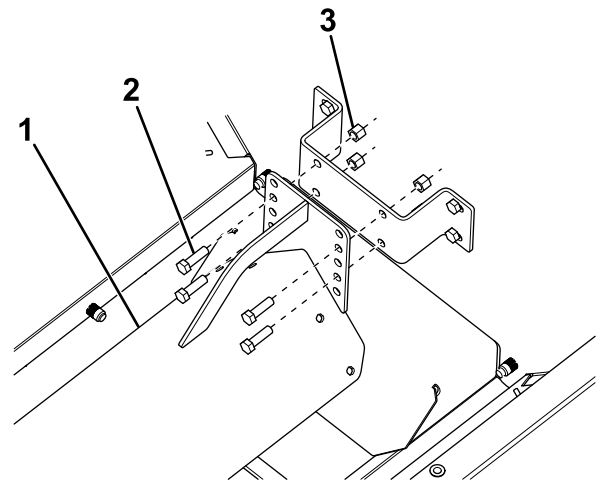

Figura 15
- 7. Sujete un extremo del deflector al soporte de montaje delantero con 4 pernos ($\frac{3}{8}$ " x $1\frac{1}{4}$ ") y tuercas (Figura 15). Repita este procedimiento en el soporte de montaje trasero.